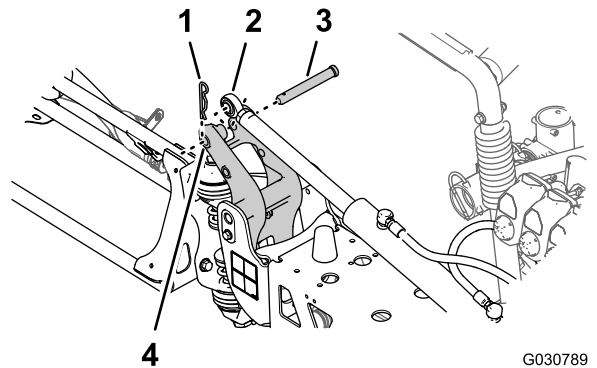

图 123
6. 将提升油缸的杆头对准枢轴接头角内的 25mm 孔 图 123。
7. 使用在 拆卸提升油缸 \(页码 19\) 的步骤 2 中卸下的柱销和发卡销 图 123 将提升油缸固定到枢轴接头上。